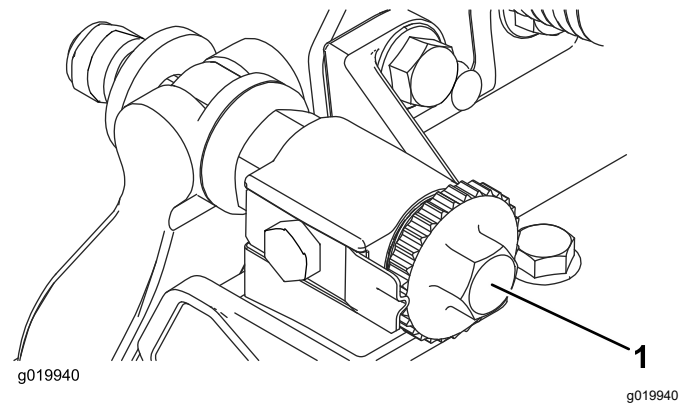

Figura 8
2. Ruotate le viti di regolazione del pianale in senso antiorario per assicurarvi che il pianale non entri a contatto con il cilindro (Figura 8).